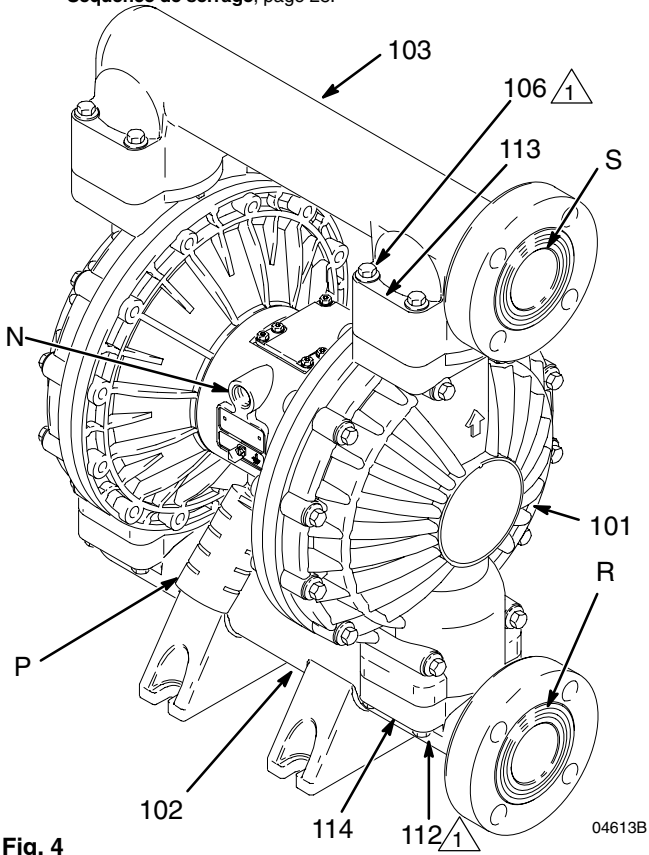

Fig. 4
Lors de l'expédition de la pompe, les orifices d'entrée (R) et de sortie (S) de fluide sont orientés dans le même sens. Consultez la Fig. 4. Pour modifier l'orientation des orifices d'entrée et/ou de sortie :
1. Retirez les vis et les rondelles (106, 112, 113 et 114) maintenant le collecteur d'entrée (102) et/ou de sortie (103) sur les capots (101).